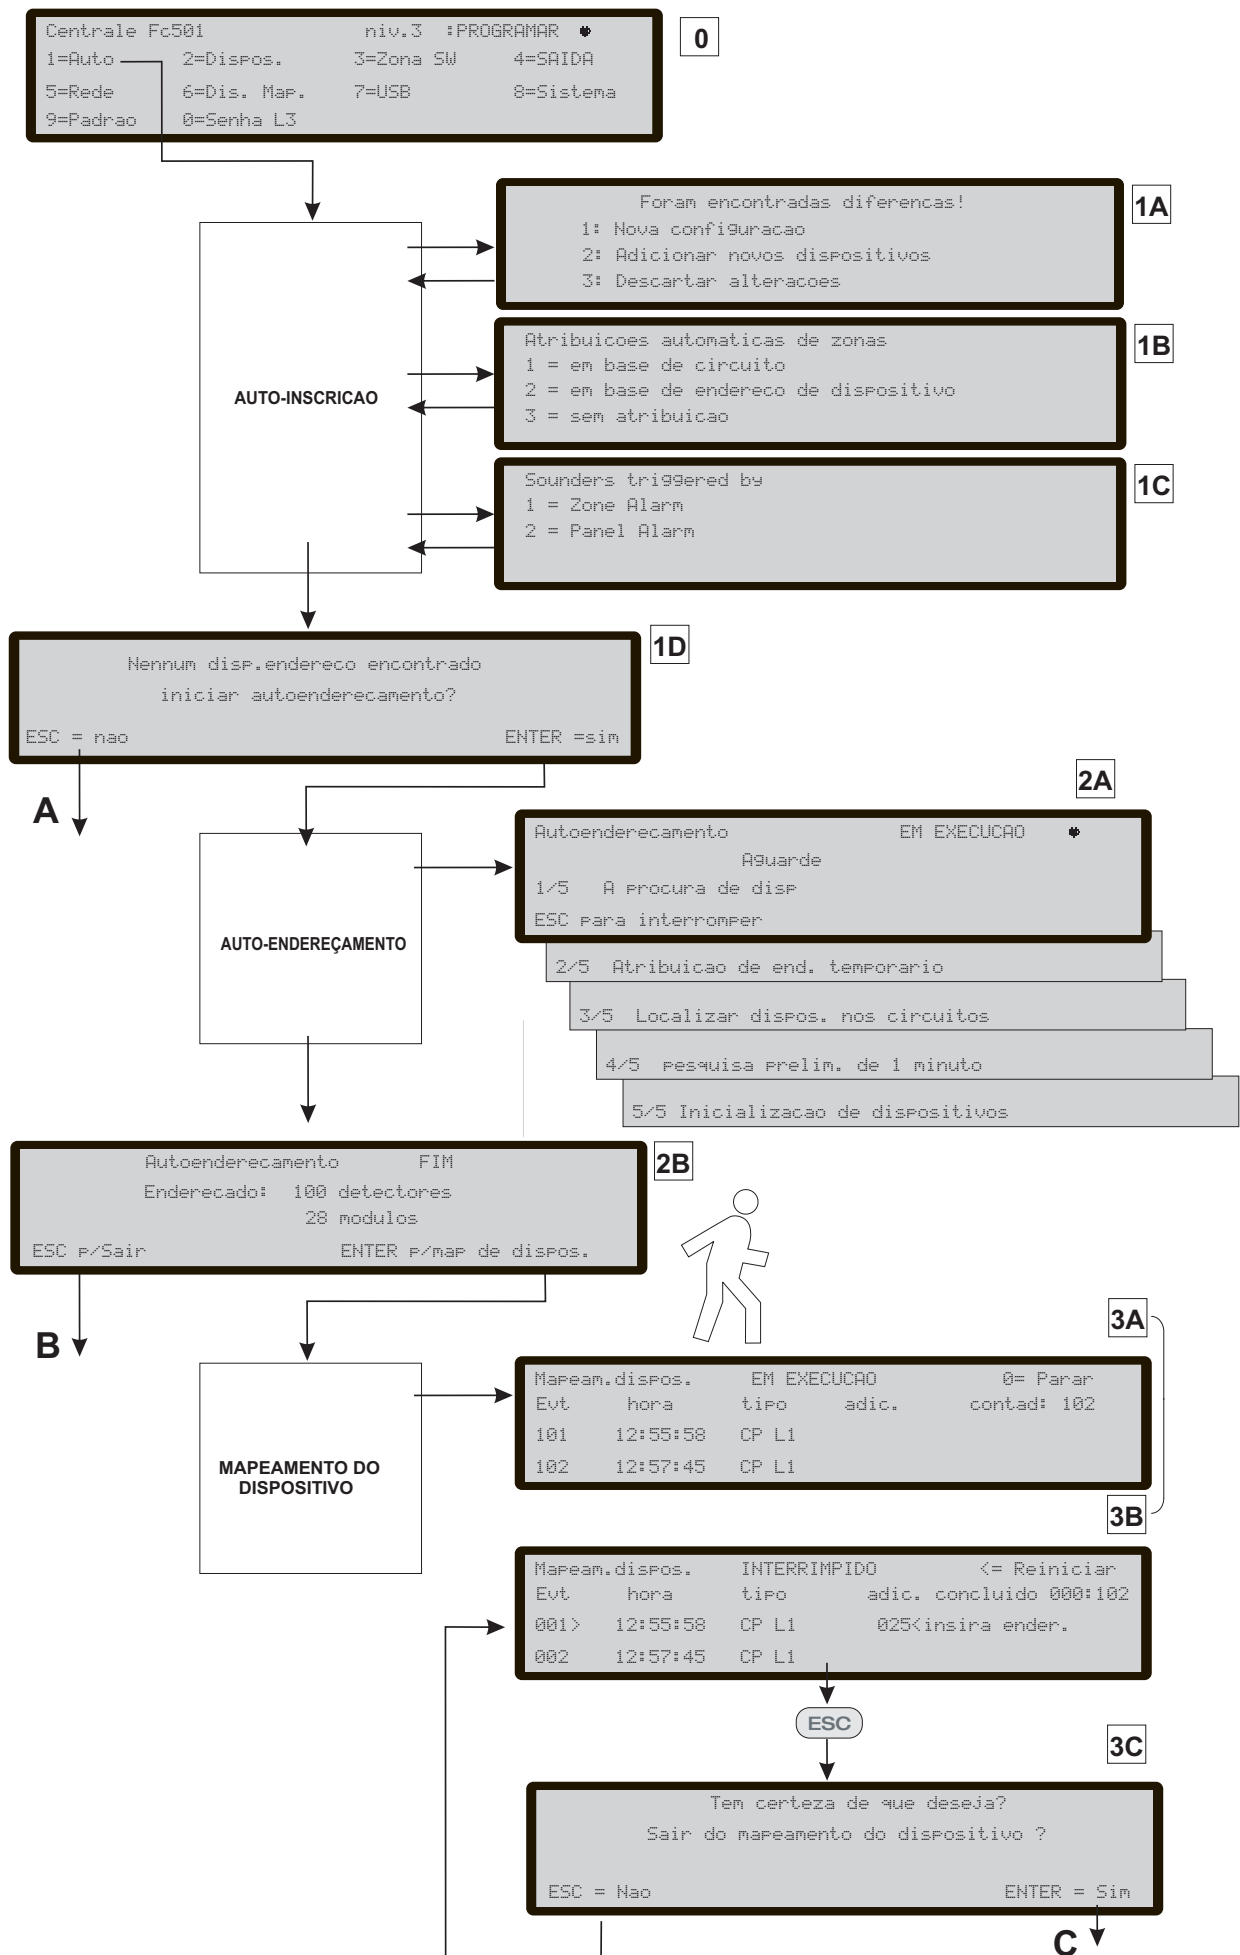

Figura 57 Programação opção "AUTO".
Na primeira fase a central procura todos os dispositivos no loop já endereçados (com a ferramenta de reparação). Durante esta fase, a central irá perguntar qual é o padrão de atribuição automática de zonas que deve ser aplicado nos dispositivos encontrados (ver Figura 57, 1C).
No caso da central já estar configurada, indica todas as diferenças e pergunta como deve continuar (ver Figura 57, 1A), e neste caso o esquema de atribuição Automática de zonas será aplicado apenas aos novos dispositivos encontrados.
Se parar a opção AUTO no fim desta primeira fase, ver a Figura 57 (A) acontecerá o seguinte:
A segunda fase será iniciada, se durante a fase de Auto-reconhecimento, os dispositivos não endereçados tenham sido identificados ou possuam um endereço superior a 128. Durante esta fase todos os dispositivos endereçados serão detectados. A central atribui-lhes um endereço temporário e configura-os na predefinição (ver Figura 57 2A).
Se parar a opção AUTO no fim desta segunda fase, ver a Figura 57 (B) acontecerá o seguinte:
- Localizar o posicionamento do sistema de todos os dispositivos através da respectiva activação (apenas no caso de módulos de saída, dispositivos acústico ou indicadores luminosos, serão adequadamente activados pela central) (ver Figura 57, 3A).
Em cada um dos casos no fim da fase de Mapeamento do dispositivo (ver Figura 57 C) é executada uma verificação para detectar a presença de “endereços em duplicado”, neste caso os endereços envolvidos serão indicados e não será possível abandonar o procedimento até que a condição de erro seja completamente eliminada.